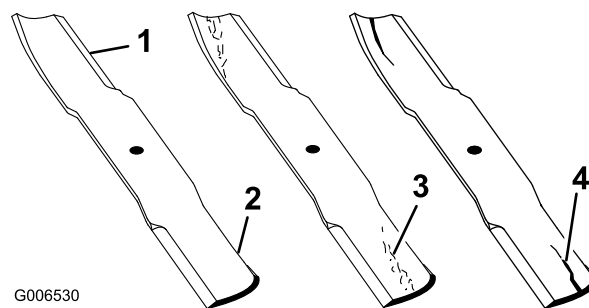

Figure 50
1. Examinez le tranchant des lames (Figure 50).
2. Inspectez les lames, surtout la partie relevée (Figure 50).
Remarque: Remplacez immédiatement toute lame endommagée, usée ou qui présente une entaille (Figure 50).